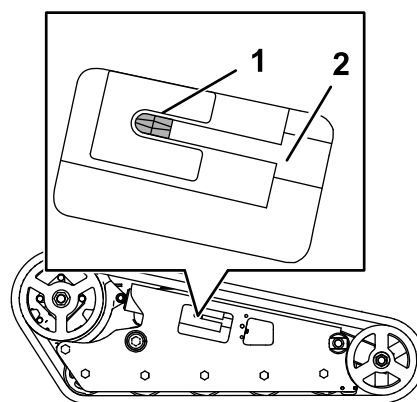

Figura 67
15. Girate la vite di tensione in senso antiorario fino a quando questa non si arresta (Figura 67).